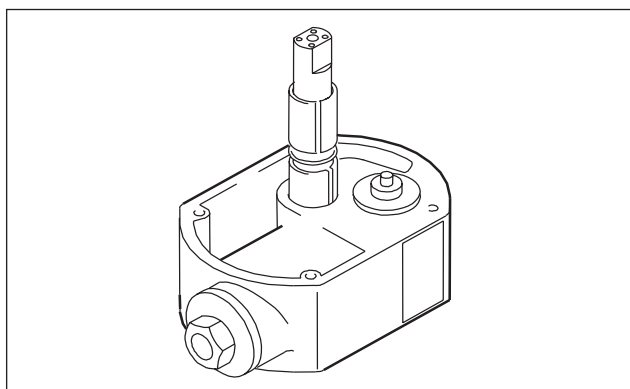

Fig. 17: Montagem da biela
- Para a montagem dos casquilhos dos apoios deslizantes e do anel de vedação recomenda-se que a biela seja utilizada como guia (ver fig. 17).